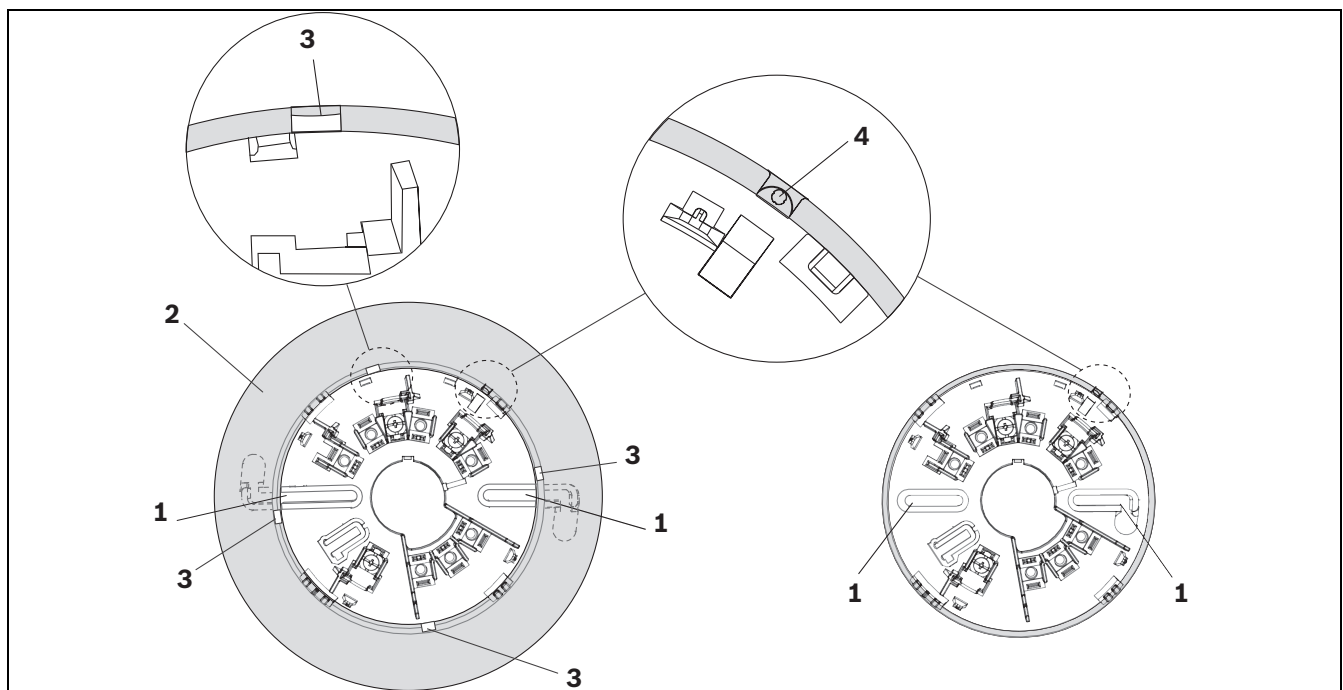

Figura 4.1 Bases de Instalação de 6 polegadas e 4 polegadas
1. Instale a base usando dois orifícios alongados de instalação (consulte *Figura 4.1*, Posição 1).
Segurar um ímã no local de teste, centralizado acima da fenda circular do detector (consulte *Figura 4.1, Página 34, Posição 4*) fará com que o LED pisque em vermelho. Se o ímã for mantido no local indicado por mais de 6 segundos, a unidade emitirá um sinal de alarme ao painel, e o LED ficará vermelho contínuo até que a unidade seja resetada pelo painel. Se o ímã for removido antes do término do período de 6 segundos, a unidade retornará ao estado em que estava e nenhum sinal de alarme será enviado. Caso contrário, será necessário resetar a unidade.